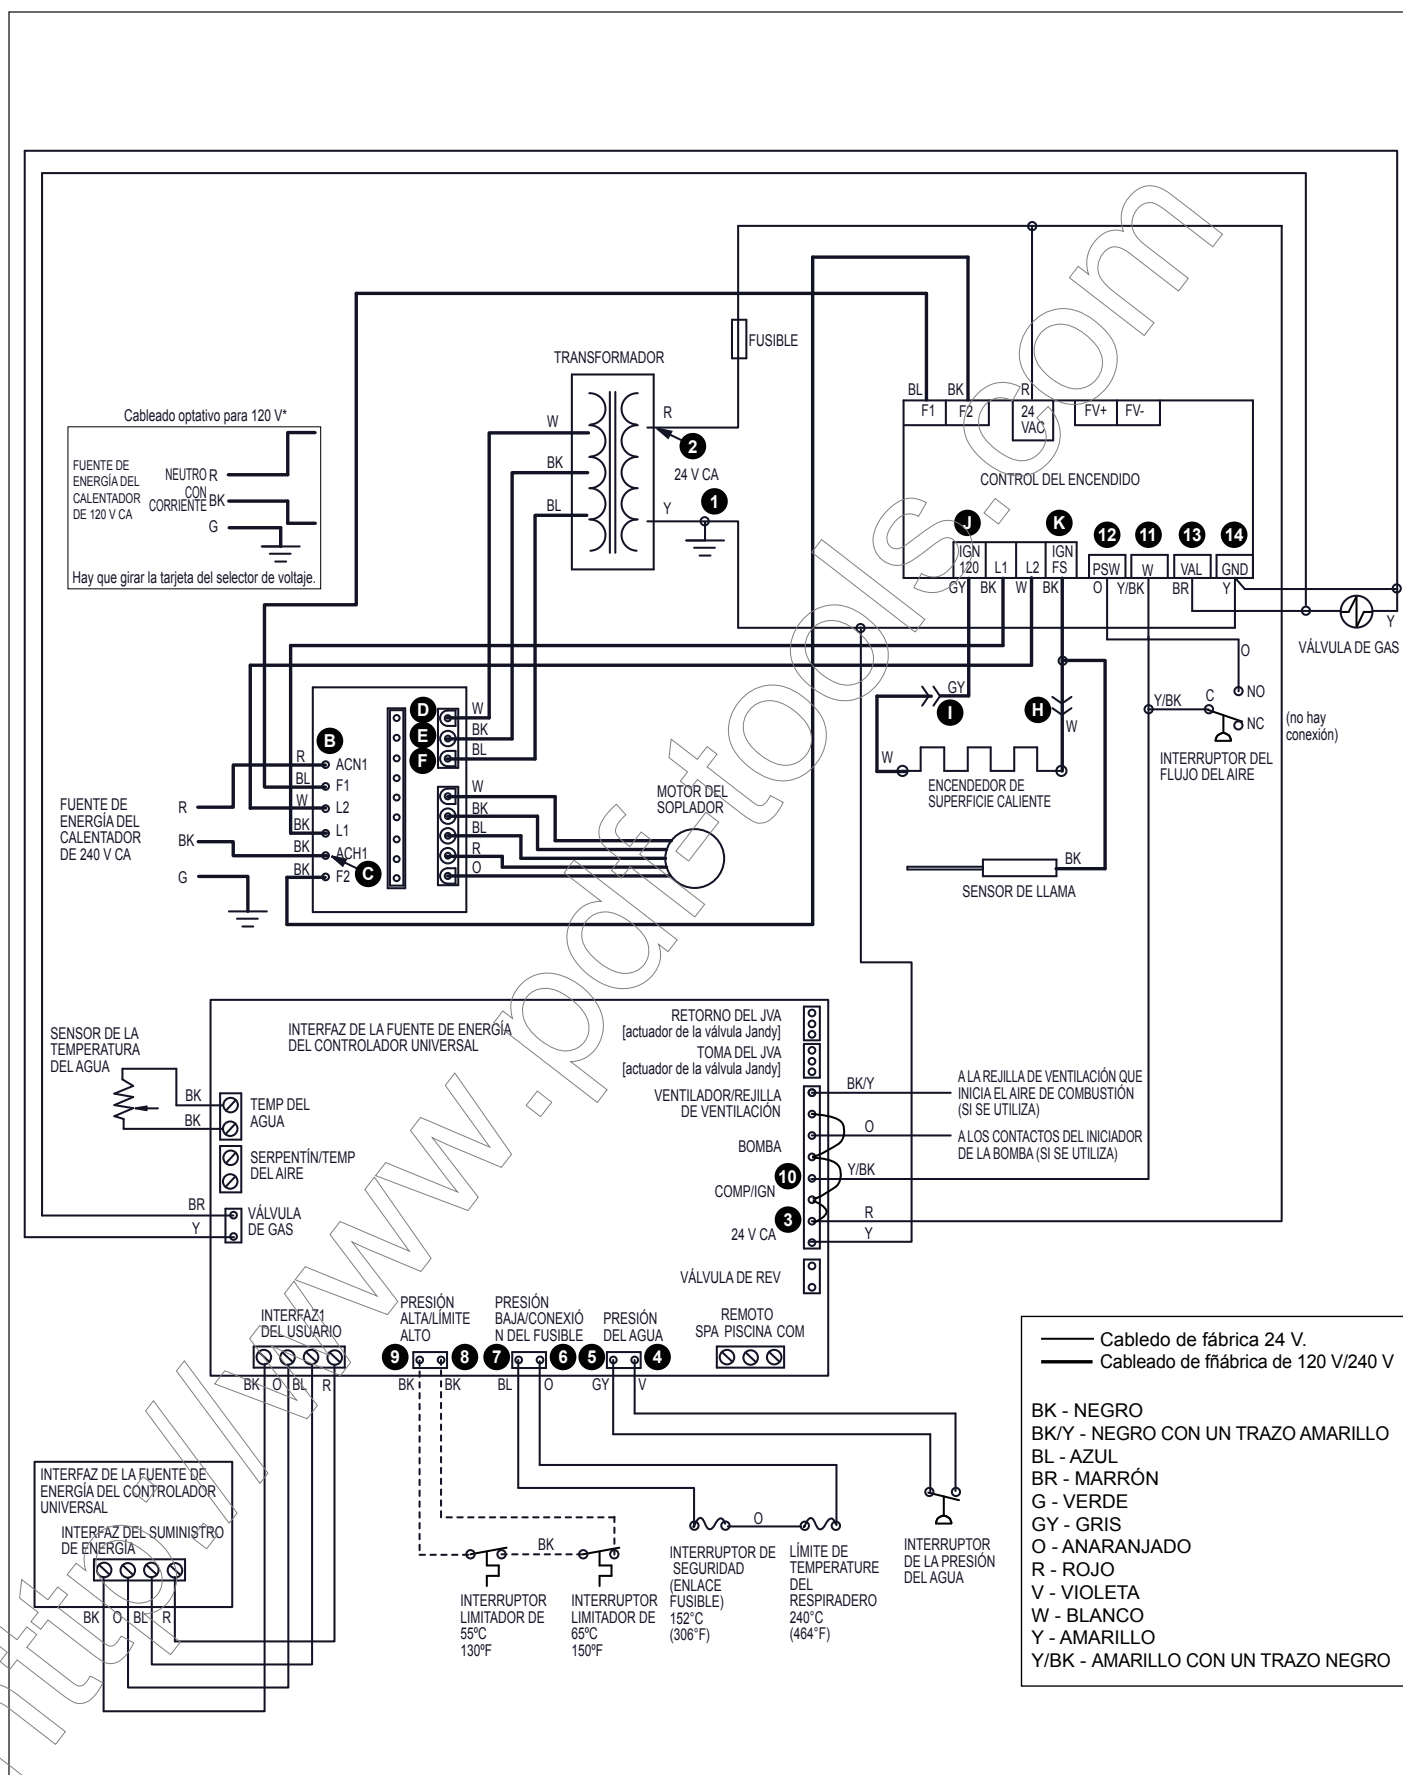

Figura 39. Diagrama de identificación de punto de prueba
**Para estos procedimientos será necesario un medidor de voltios-ohmios con un rango mínimo de voltaje de 0-250 V CA y un rango de resistencia de 1-1000 ohmios. En la Figura 39 se muestran los circuitos de energía y control así como dónde se deben hacer las mediciones. Se han colocado los números de ubicación dentro de los círculos y se hará referencia a ellos en las siguientes secciones.**
un suministro de energía de voltaje nominal de 120 V o entre 204 V y 264 V, a 60 Hz si se conecta a una fuente de suministro de energía de voltaje nominal de 240 Voltios. Mida el voltaje del suministro en los alambres de la fuente de energía en el punto donde entran al calentador (identificados con las letas A, B y C en el diagrama del cableado de la Figura 39). Utilice los voltajes de la Tabla 13 para verificar si se le está suministrando el voltaje correcto al calentador.
El diagnóstico y localización de averías se realiza probando el voltaje entre el punto común y varios puntos del circuito para determinar cuál es el componente que está impidiendo el funcionamiento. Los puntos de verificación se muestran en la Figura 39. El alambre negro del medidor se debe conectar a la llave común en el lado secundario del transformador y podrá permanecer allí durante la mayor parte del procedimiento.
Debido a que los interruptores limitadores no son de fácil acceso, se puede verificar el voltaje en las dos (2) patas del circuito en el controlador. Consulte los puntos de prueba 8 y 9 en la Figura 39.